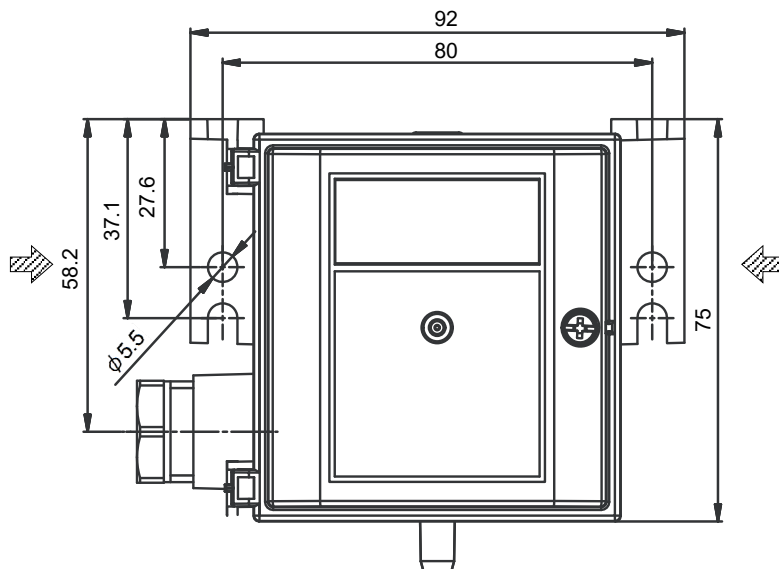

図5 壁面取付用穴 [φ5.5×2か所]
- (3) 壁面に、『図5』の壁面取付用穴を使用し、M5ねじまたはタッピング(2個)で取り付けます。